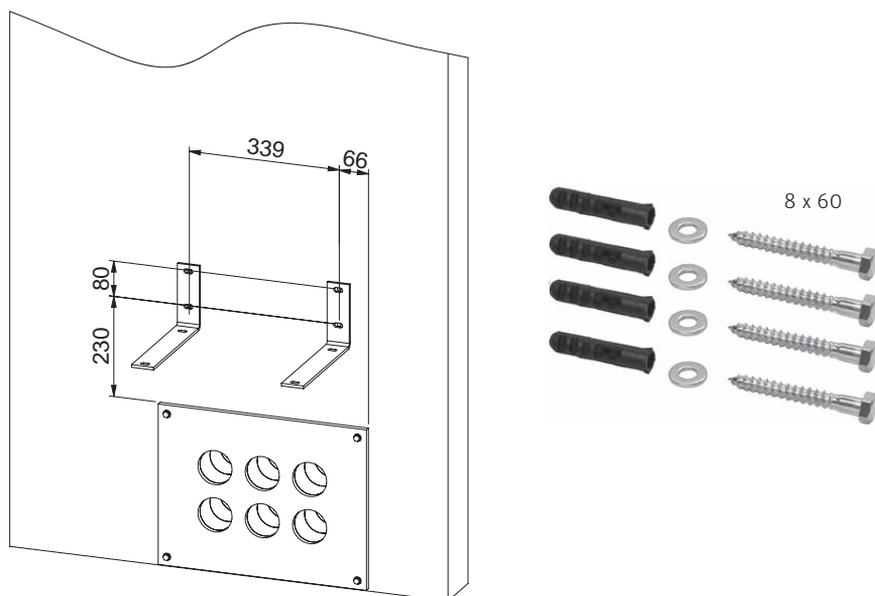

Fig. 32 Montaggio dell'angolare di montaggio
- ▶ Segnare e praticare fori di fissaggio di  $\varnothing 10$  mm (tasselli F10) per gli angolari di montaggio secondo Fig. 32. Gli angolari di montaggio devono essere centrati rispetto alla paratia antifiamma – Fig. 32.
- ▶ Montare l'angolare di montaggio con 4 tasselli F10, viti per telaio 8 x 60 e rondelle a U 8 – Fig. 32.